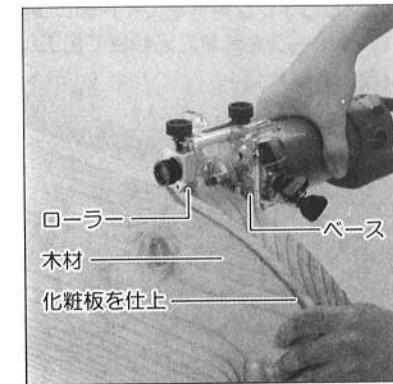

図10
- トリマガイドのローラー部分を材料の側面に沿わせて本機を送ってください。(図10 参照)